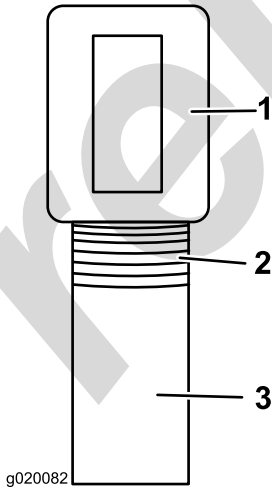

Figura 1
1. Retire la cinta y el tubo del tubo superior (Figura 1).